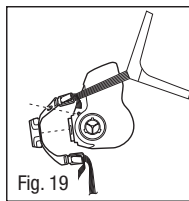

Fig. 19
1. Remova o conjunto de tampa de válvula a partir da peça facial (Fig.19).
2. Faça alavanca ou puxe o conjunto da tampa da válvula a partir da abertura de exalação da peça facial (Fig. 19).